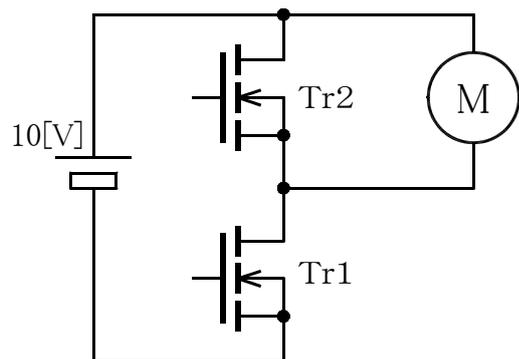

図3 改良型のスイッチング回路
(3) 図3はこの回路の改良の一例である。ダイオードに代えて、MOS-FET(Tr2)を使用し、Tr1をOFFにする間だけ、Tr2をオンにする(交互にONする)。いかなる効果があるか、損失の観点から数値を示して具体的に述べよ。なお、MOS-FETはONであれば、ドレイン、ソース間のどちら向きにも電流を流すことができる。